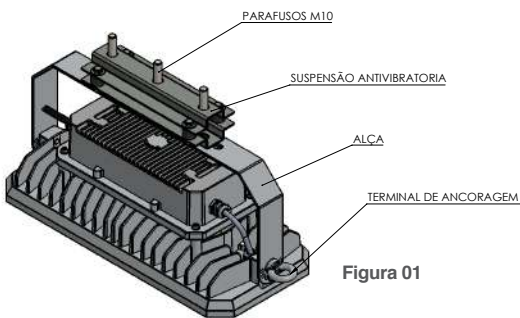

Figura 01
- Coloque o parafuso no orifício da alça de fixação para a regulagem de ângulo desejada, aperte-o utilizando uma chave Allen. Veja figura 01 e 02.